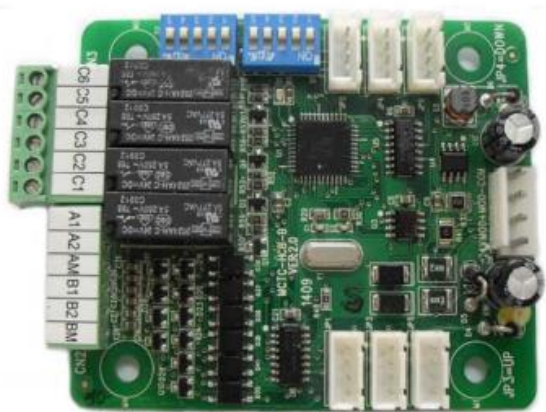

图 19-6
19.6.1 扶手式操纵箱显示转换板接线端口标号 (HCB-B 板), 如图 19-6。